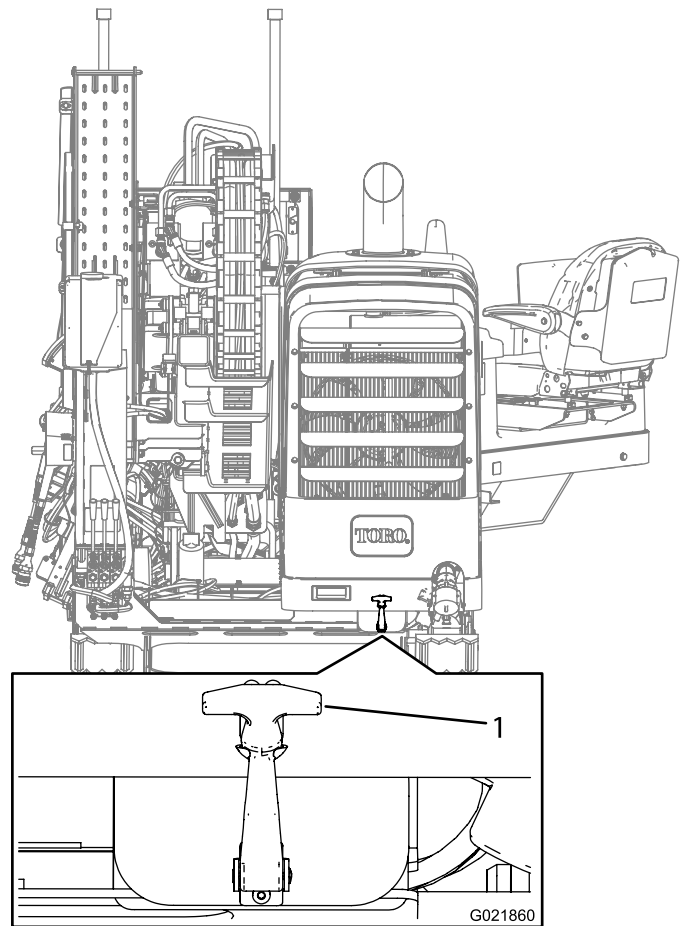

Bild 97
2. Ziehen Sie den Haubenriegel nach außen (Bild 97).